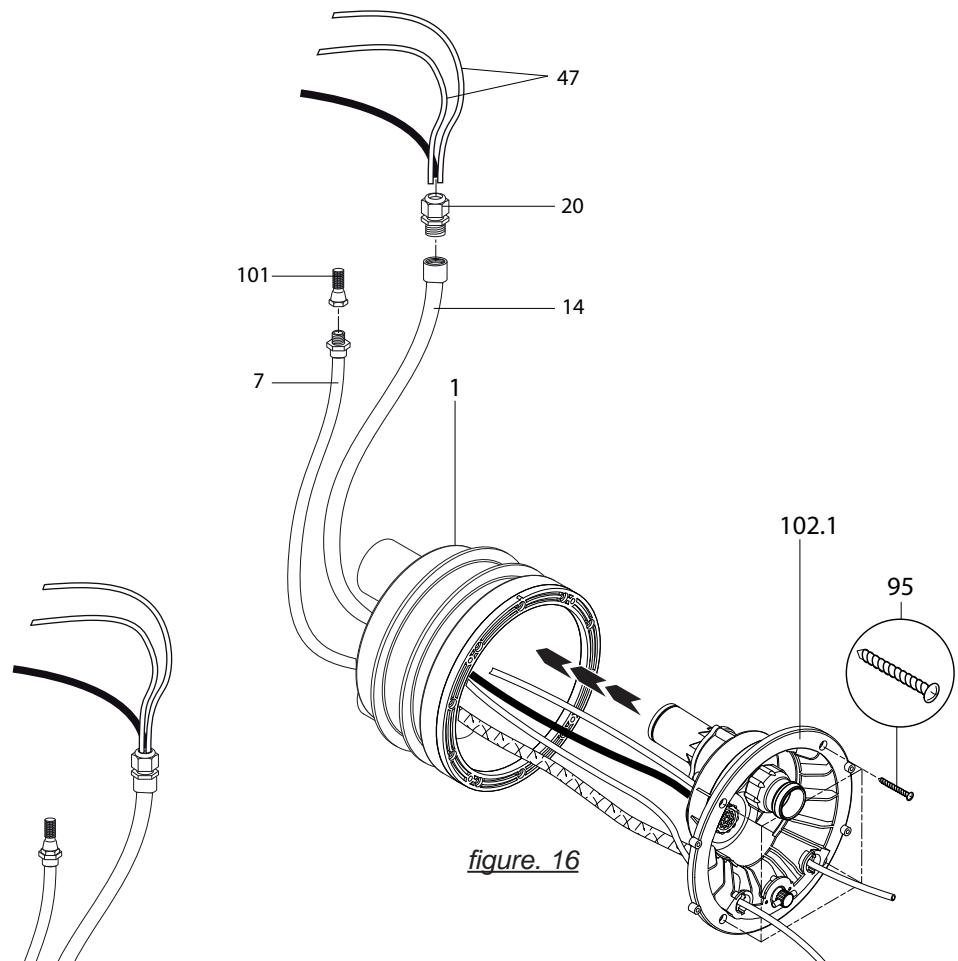

figure. 16
- 3) Placer le corps de buse (102.1) sur la pièce à sceller (1).
- 4) Passer les tuyaux de la commande pneumatique et le câble du projecteur à travers la gaine de protection (14) et étanchéifier à l'aide du presse étoupe (20).
- 5) Fixer la conduite de régulation d'air à l'aide du collier de serrage (8) sur la régulation d'air (21).
- 6) Fixer le corps de buse complet (102.1) sur la pièce à sceller (1) à l'aide des 4 vis auto taraudeuses (95). (figure 16).